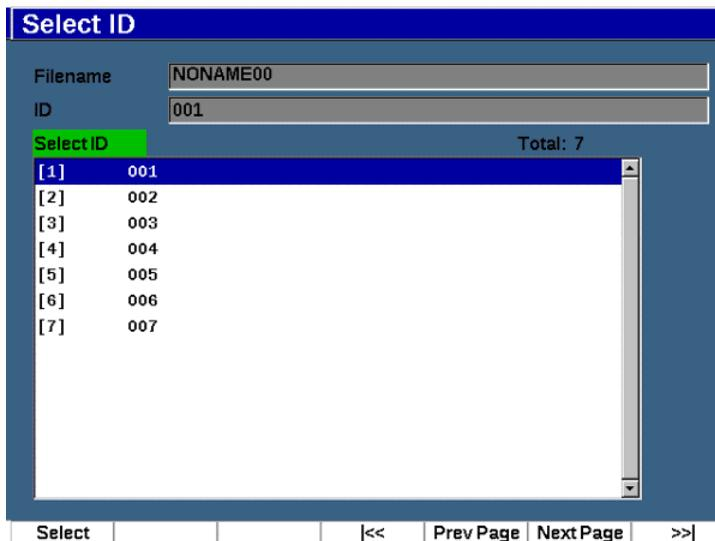

Рис. 10-11 Страница Select ID (Выбрать ID)
3. Нажмите **Select ID** [Выбрать ID] (клавиша P2), чтобы открыть страницу **Select ID** (см. Рис. 10-11 на стр 216).